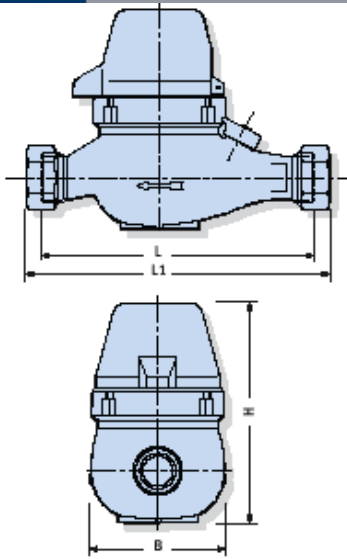

Рис.1
2.3. Основные размеры и масса указаны в таблице 2 (см. рис. 1).